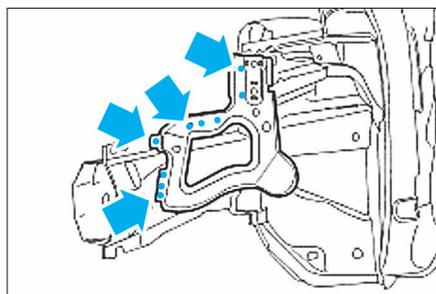

FIG. 15
- la tôle de logement (Fig.15).
- Souder par résistance par points la tôle de logement (Fig.15).